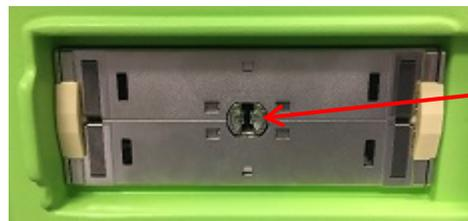

Abbildung 7: Sicherungskerbe an der Steckerbuchse
2. Richten Sie den *Arretierstift* (siehe *Abbildung 6*) am Sondenstecker mit der *Sicherungskerbe* an der Steckerbuchse am ExactVu-System aus (siehe *Abbildung 7*), sodass der Sondenstecker wie in *Abbildung 8* ausgerichtet ist.